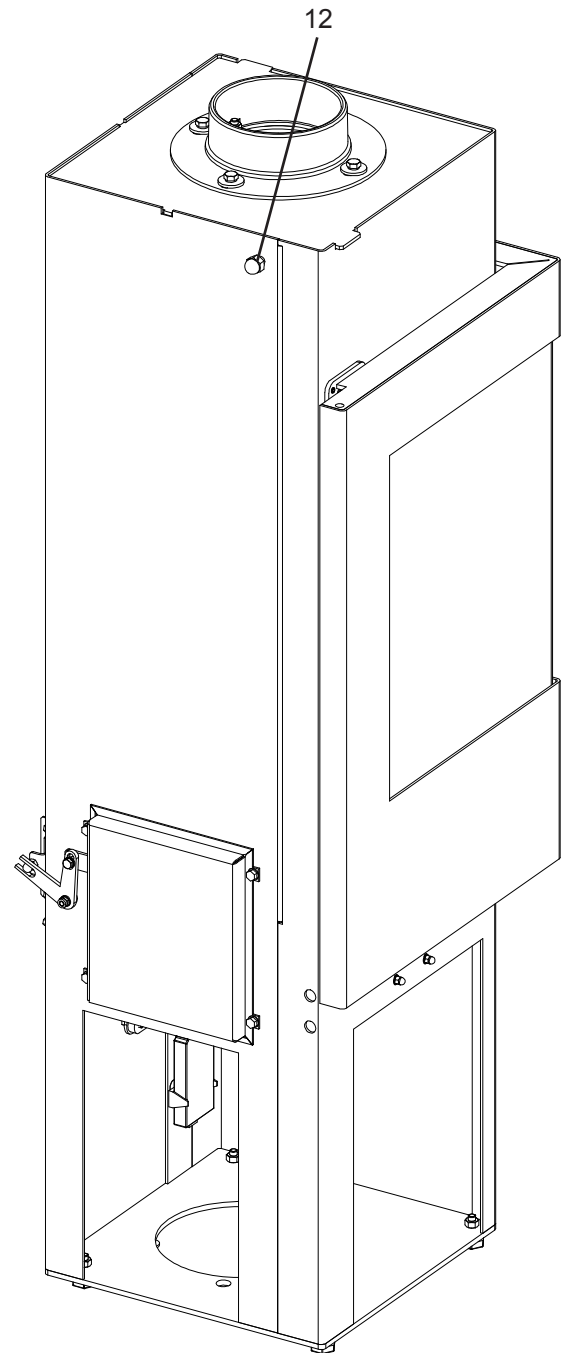

Fig.16
- Monter la sonde de température (position fixation sur le côté arrière de l'appareil, cf. Fig.16) conformément aux étapes 4+5 décrites dans le Chapitre «Étapes générales de montage».